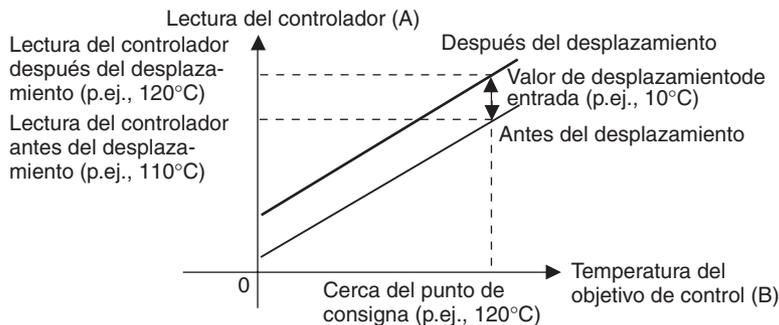

Figura 2 Ilustración de desplazamiento de 1 punto
2. Compruebe la temperatura del objetivo de control (B) y de la lectura del controlador (A). Reste la temperatura de lectura del controlador (A) de la temperatura del objetivo de control (B), y configure $\bar{L}NSL$ y $\bar{L}NSH$ como el resultado de la operación para el valor de desplazamiento de temperatura. El desplazamiento se muestra en *Figura 2*.
3. Después de configurar los valores de desplazamiento de entrada, compruebe la lectura del controlador (A) y la temperatura del objetivo de control (B). Si son casi los mismos, el desplazamiento de la entrada de temperatura ha sido completado.